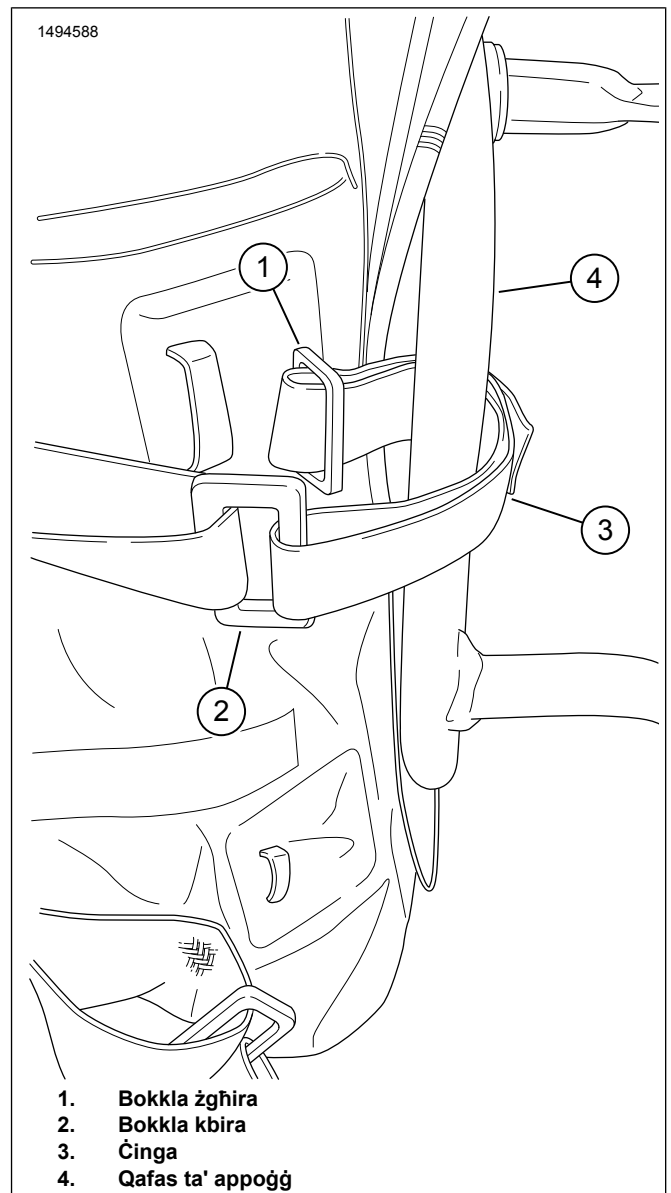

Figura 5. Proċess ta' Ċinga tat-Tensjoni 1
7. Figura 5 Geżwer iċ-ċineg tat-ensjoni tas-saddlebag (3) madwar il-frejms ta' appoġġ tas-saddlebag (4).